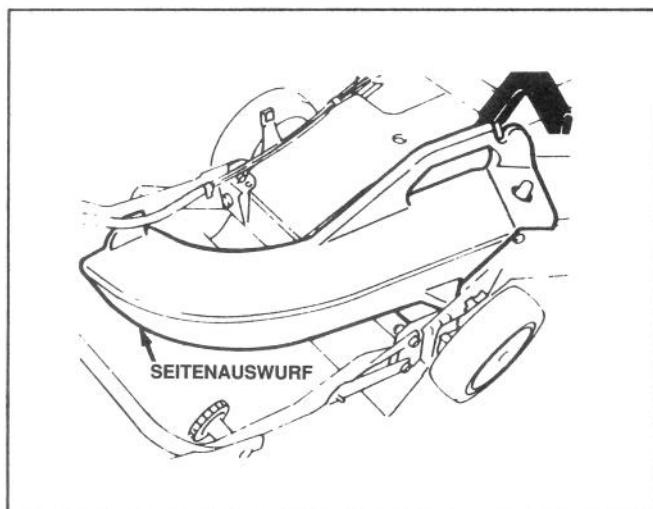

Abb. 31
1. **Seitlicher Auswurf, Modell-Nr. 59168** – In wenigen Sekunden zu montieren. Er wird hinten anstelle des Grasfangsacks montiert und verteilt Grasreste, während Sie auf beiden Seiten nachschneiden (Abb. 31).